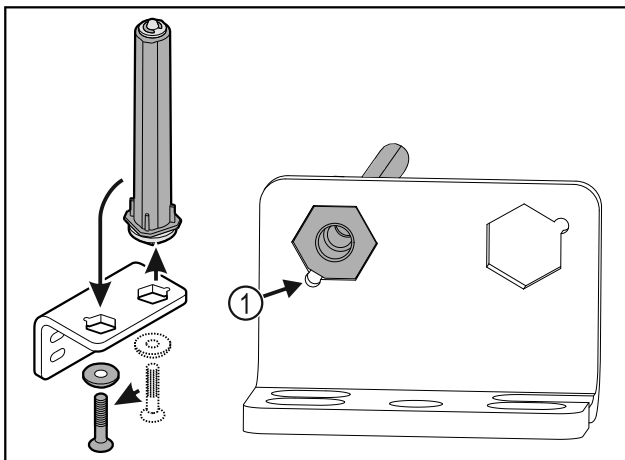

Fig. 39
- ▶ Let erop dat bij het plaatsen de boutafschuiving Fig. 39 (1) naar het ronde gat wijst.